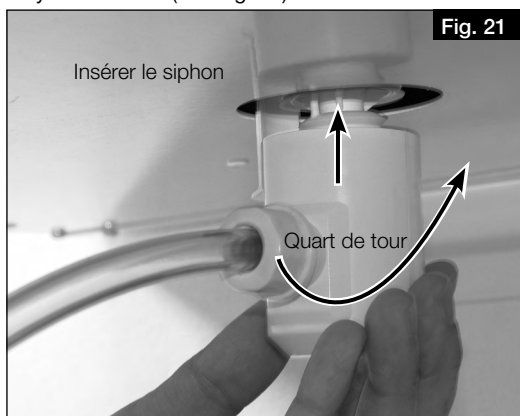

Fig. 21
5. Insérer le siphon en lui donnant un quart de tour pour l'enclencher dans la pièce de fixation (voir Fig. 21). Bien s'assurer que la boule flotte librement dans le siphon !